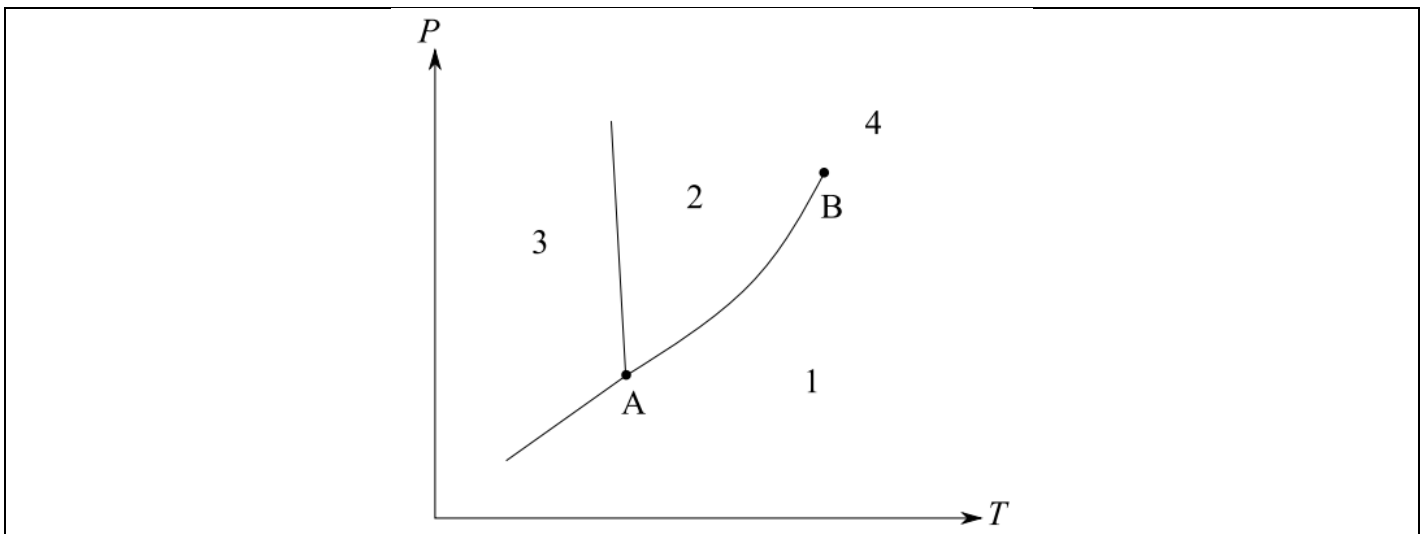

Figure 2. Diagramme de phases (P, T) de l'eau
15) Le diagramme de phases de l'eau est présenté sur la Figure 2. Recopier ce diagramme et identifier les domaines d'existence des différentes phases. Préciser le nom des points caractéristiques A et B.